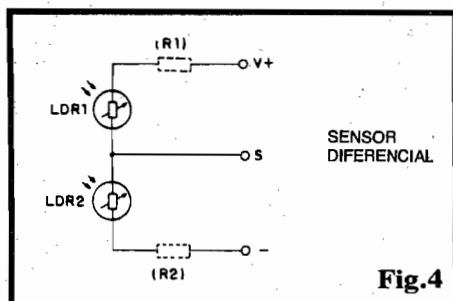

Fig.4
- FIG. 4 - SENSOREAMENTO DIFERENCIAL C/2 LDRs - Se os dois ramos (superior e inferior) de um divisor de Tensão, forem ambos formados por LDRs (os resistores R1 e R2 - de valor idêntico entre si - podem "estar" lá apenas para manter a dissipação nos LDRs dentro de parâmetros aceitáveis...), obtemos um sensor DIFERENCIAL, ou COMPARADOR! Nesse arranjo, a Tensão de saída no ponto S será **proporcional à relação** das intensidades de LUZ sobre cada um dos LDRs... Através de uma simples "Tabela", será possível determinar (através da interpretação quantitativa da Tensão em S) "qual dos dois foto-sensores está **mais** (ou **menos**...) iluminado do que o outro, e em que proporção...". Um arranjo desse tipo é **tão sensível** a pequeníssimas variações individuais que pode até ser usado para "reconhecer cores" ("coisa" que qualquer dos arranjos anteriormente sugeridos **não é capaz** de fazer...). Explicamos: supondo que uma Tensão de 12V é aplicada ao conjunto e, apontando os dois LDRs, simultaneamente, para uma superfície iluminada, de cor **vermelha** (em determinada tonalidade...), obtemos exatamente 6V no ponto S de saída... Daí pra frente, para ob-